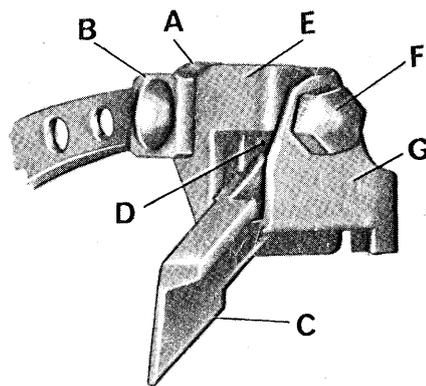

fig.17
11. Montaggio del coltello superiore (fig. 17)
2. Sbloccare la vite F (fig. 17).
3. Spingere verso destra o verso sinistra il supporto A del coltello superiore (fig. 17) per ottenere l'altezza di costa voluta.